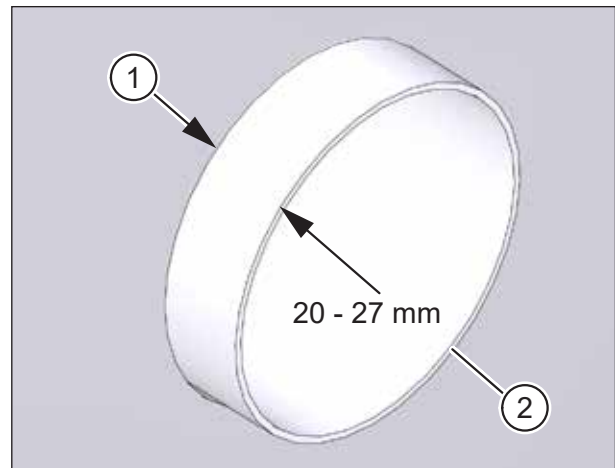

Abb. 12: Lüftungsrohre überprüfen
- ▶ Überprüfen Sie, dass die Lüftungsrohre 20 - 27 mm (siehe Pos. 1 in Abb. 12) über den Außenputz überstehen.
- ▶ Überprüfen Sie, dass die Schnittstellen der Lüftungsrohre (siehe Pos. 2 in Abb. 12) entgratet sind.